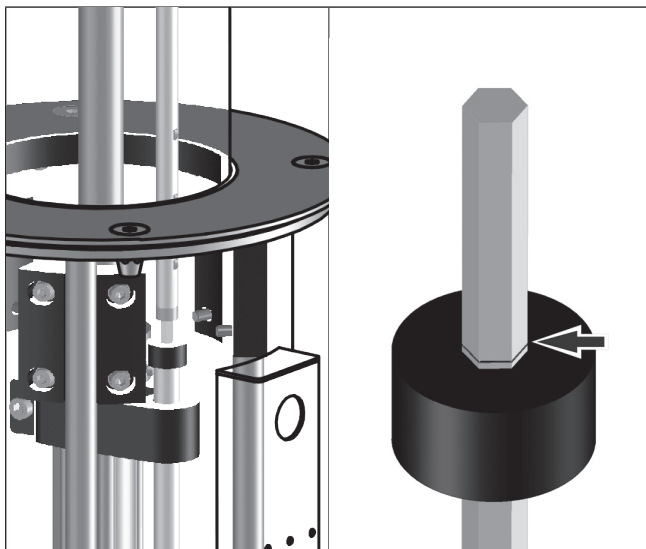

Abb. 5
5. Die Dichtung ersetzen; Dichtung dazu auf Höhe der Nut auf die Stange schieben. (Abb. 5).